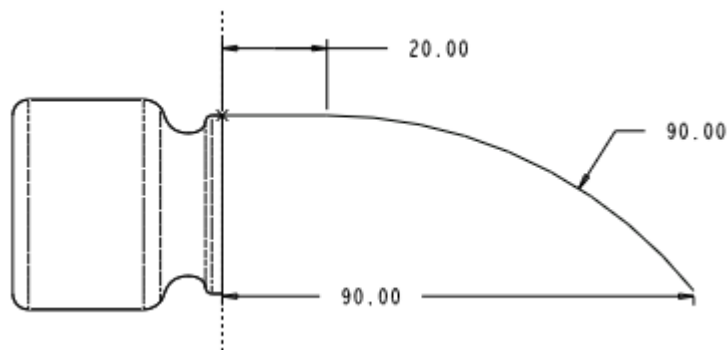

图 40-5
- (1) 单击特征工具栏中的  ，打开【草绘的基准曲线】对话框。
- (2) 选择 FRONT 基准面为草绘平面，TOP 基准面为视图方向参照，单击【草绘】，进入草绘工作环境。
- (3) 绘制如图 40-5 所示的图形。